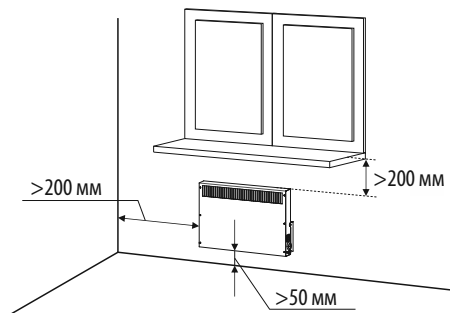

Рисунок. 1.
6.1. Для нормальной работы конвектора необходимо обеспечить: расстояние до пола — не менее 50 мм, до боковой стены — не менее 200 мм, свободное пространство над конвектором — не менее 200 мм (см. рис. 1).